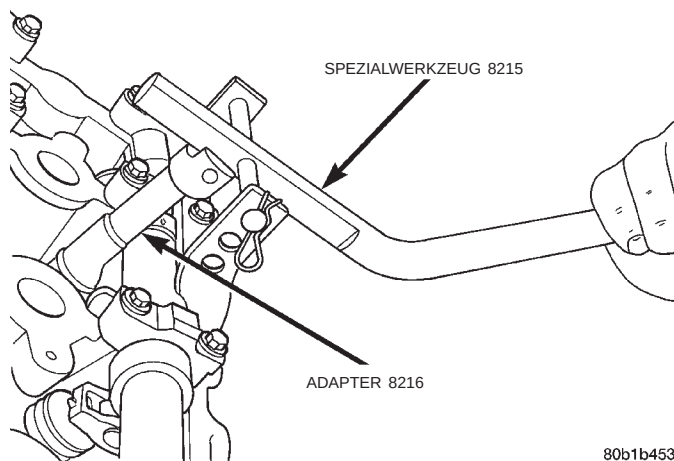

Abb. 42 Kipphebel—Ausbau/Einbau
(3) Mit den Spezialwerkzeugen 8215 und 8216 (Adapter) die Ventulfeder nur soweit nach unten drücken, daß der Kipphebel entlastet ist (Abb. 42).
(1) Kipphebel vor dem Einbauen mit frischem Motoröl schmieren.
(2) Kurbelwelle drehen, bis der Nocken für den jeweils zu montierenden Kipphebel mit dem Grundkreis zu diesem Kipphebel weist.
(3) Mit den Spezialwerkzeugen 8215 und 8216 (Adapter) die Ventilsfeder nur soweit spannen, daß der Kipphebel montiert werden kann (Abb. 42).
(4) Kipphebel am ursprünglichen Einbauort (bei Wiederverwendung) über Ventil und Hydrostößel montieren. Ventilsfeder entspannen.